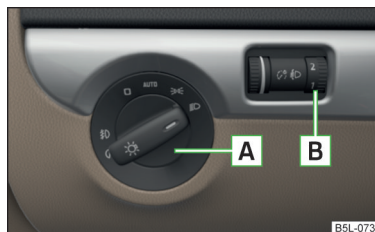

Fig. 45
La disposition des commandes diffère partiellement de celle indiquée dans » fig. 45 à la page 68 sur les véhicules avec direction à droite. Les symboles illustrant les positions des boutons sont identiques.
Le commutateur de phares [A] » fig. 45 peut être mis dans les positions suivantes en fonction de l'équipement.
En tournant le commutateur rotatif **B** » fig. 45 de la position **1** vers **3**, le réglage de la portée des phares est adapté progressivement et le faisceau lumineux est ainsi raccourci.
- ✓ Le commutateur des feux se trouve en position **0** ou **AUTO** » fig. 45 à la page 68.